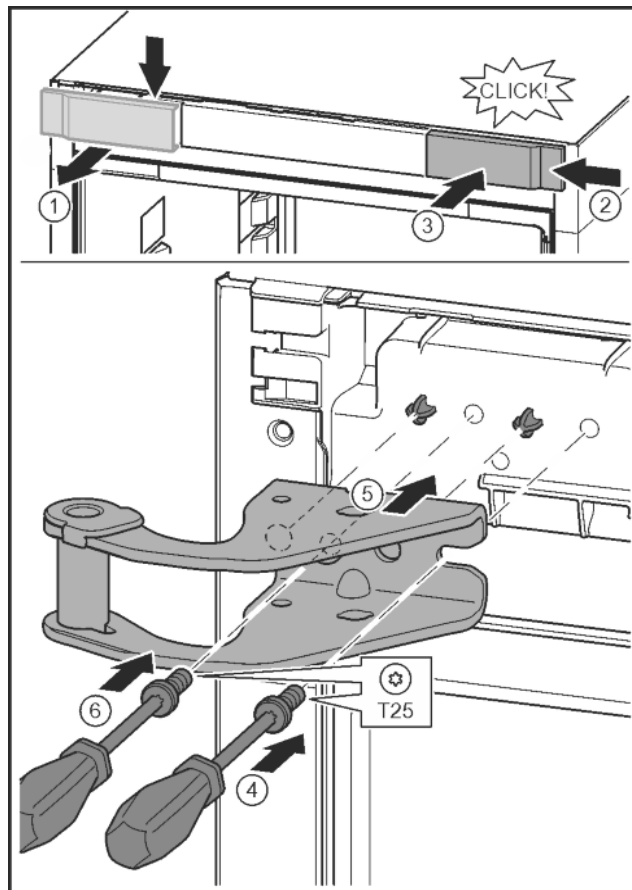

Fig. 14
- ▶ Kryt uvolněte a sejměte do strany. *Fig. 14 (1)*
- ▶ Kryt otočený o 180° zavěste na druhé straně zprava. *Fig. 14 (2)*
- ▶ Zaklapněte kryt. *Fig. 14 (3)*
- ▶ Šroubovákem T25 nasadíte šrouby. *Fig. 14 (4)*
- ▶ Nasadíte horní stojan ložiska. *Fig. 14 (5)*
- ▶ Utáhněte šroub. *Fig. 14 (4)*
- ▶ Šroubovákem T25 vložte šroub a utáhněte. *Fig. 14 (6)*